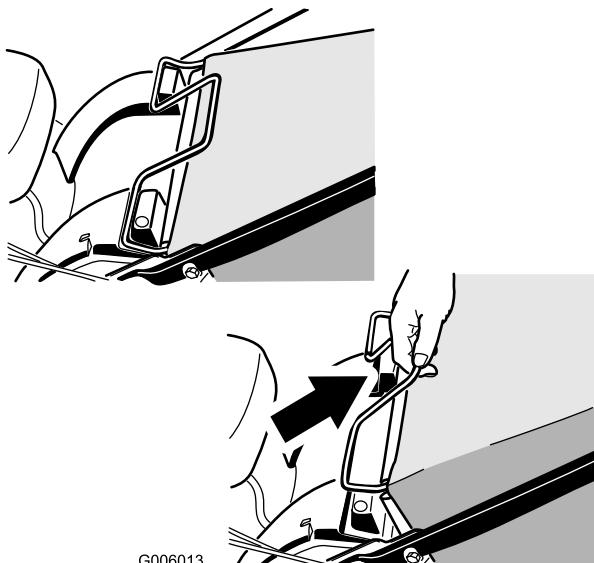

Figura 27
1. Retire el asa de la bolsa de recortes de las ranuras de la parte superior del cortacésped y retire la bolsa del cortacésped (Figura 27).